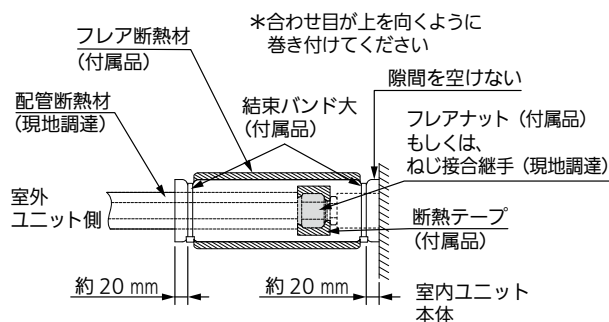

図18
- 図18に従って液管・ガス管とも、断熱してください。フレアナット部もしくは、ねじ接合継手部に断熱テープ(付属品)を巻き付けてください。配管接続部にはフレア断熱材(付属品)を隙間がないように巻き付け、結束バンド大(付属品)で締め付けてください。結束バンドの余分な部分は切断してください。(断熱をしない場合や隙間がある場合、結露して水漏れの原因になります)